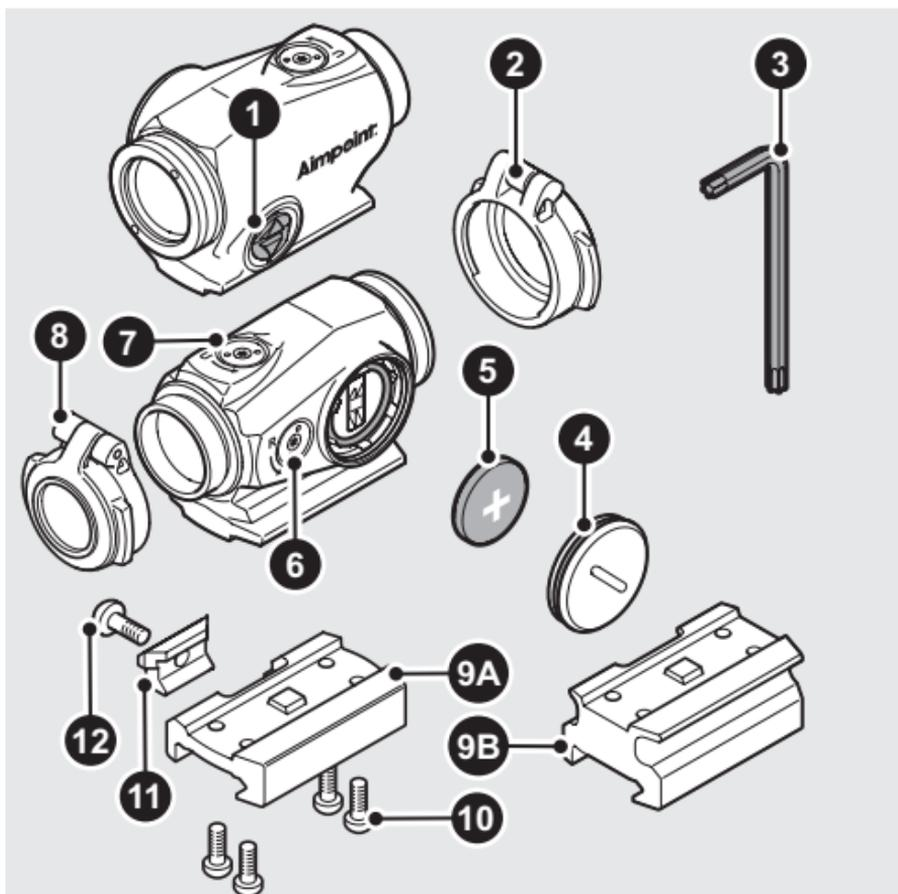

Fig. 1 Panoramica
- c Inserire la pila (5) con il polo positivo (+) rivolto verso il tappo della pila (4), come indicato nella Fig. 1.